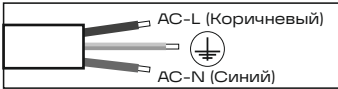

Рис. 6
- 5.11.5 Выполните электрическое подключение осветительного прибора согласно рис. 6.
- 5.12.5 Выполните электрическое подключение осветительного прибора согласно рис. 6.